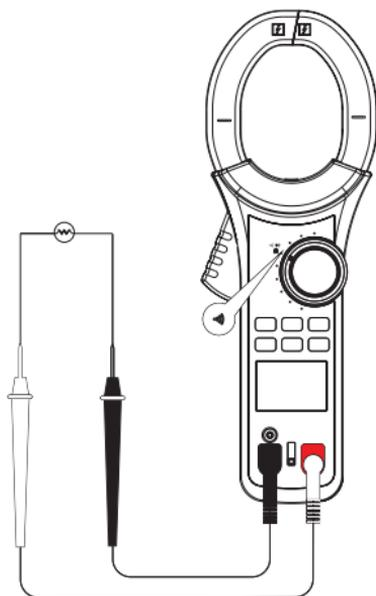

Рис. 6 Проверка целостности цепи
7.4 Проверка целостности цепи (рис.6)